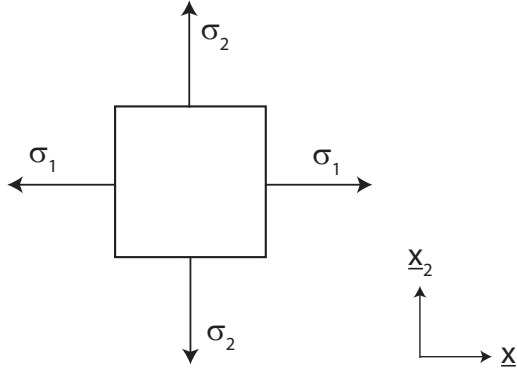

Figure 2: Element 2-D soumis à une contrainte principale (σ_1, σ_2) .
6. Dessiner le cercle de Mohr d'un élément (figure 2) soumis à :